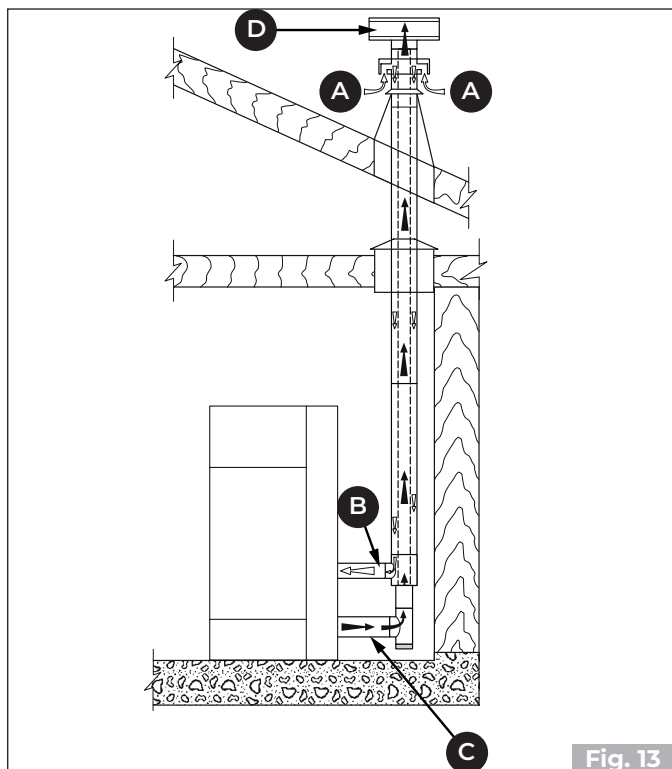

Fig. 13
- canalizar el aire comburente mediante un tubo de descarga coaxial para la expulsión de los humos y la extracción del aire ("**Fig. 11**" - "**Fig. 13**" - **A, B** = Entrada aire, **C, D** = Salida humos); por lo tanto no es necesario hacer una clásica toma de aire en el local.